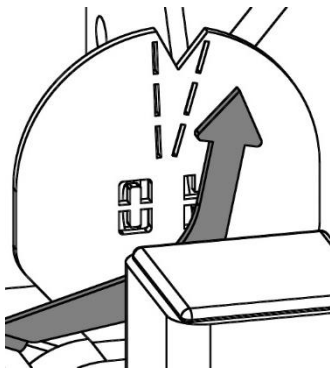

Bild 2
- Befindet sich der Zeiger, bei angehobenem Greifgut, außerhalb der Kerbenmitte muss der Greifbereich mit Hilfe der vier Spindeln nachjustiert werden (Bild 2). Absturzgefahr!